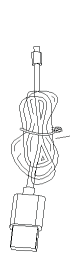

Fig. 3
1. Branchez le câble de recharge dans la prise de recharge (Det 2). Utilisez un câble de chargement USB-A vers USB-C (Fig. 3).